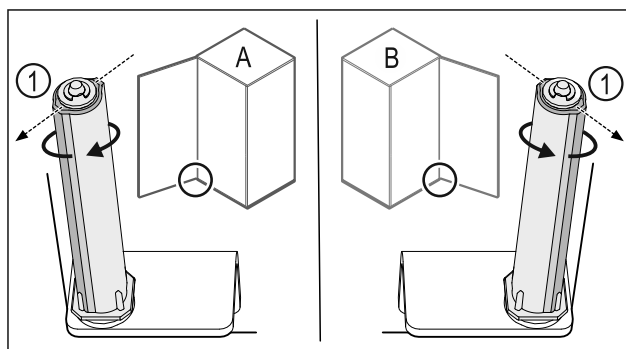

Fig. 54 Links scharnierend (A) / rechts scharnierend (B)
- Sluitsysteem tegen de weerstand in draaien tot het schot van het sluitsysteem Fig. 54 (1) naar buiten wijst.